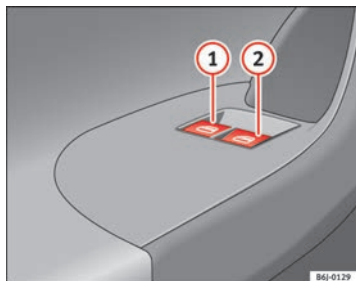

Abb. 50 Ausschnitt von der Fahrertür: Schalter für die Fenster vorne.
Die Tasten ⇒ Abb. 50 ①, ② haben zwei Stufen zum Öffnen und zwei zum Schließen des Fensters. Dadurch ist es einfacher, die Öffnungs- und Schließvorgänge zu kontrollieren.